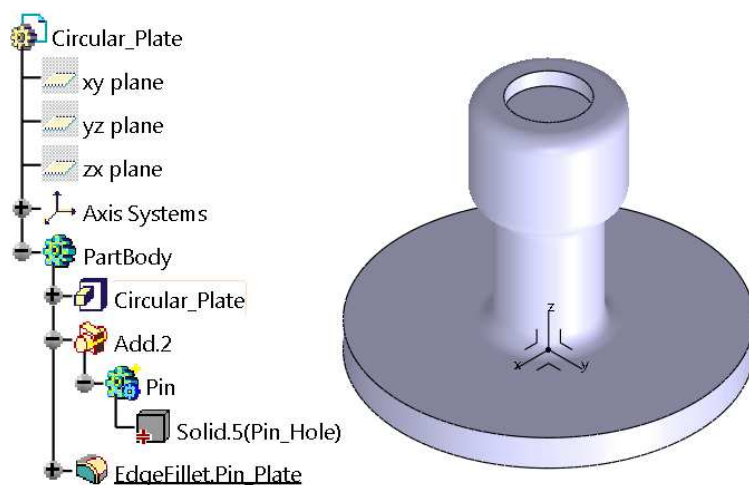

Bild 5.59 Red double bar: Der Pfad des Originalteils wird nicht gefunden.
10. Es wurde eine *Publication (Veröffentlichung)* für einen **CCP Link** verwendet und im *Pointed Document (Originaldokument)* gelöscht. Auch hier findet das *Pointing Document (Zieldokument)* logischerweise den korrekten Bezugspfad nicht mehr (Bild 5.59).